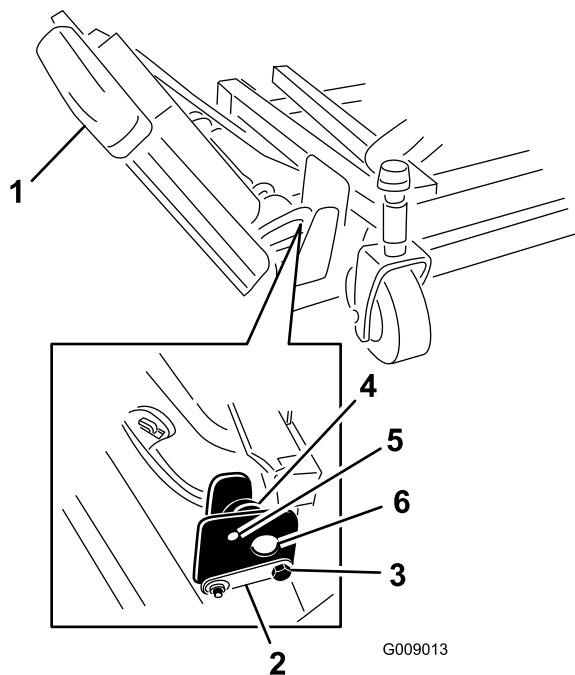

Bild 3
1. Nehmen Sie die Muttern ab, mit denen die vorderen und hinteren Anschlagschrauben an den Befestigungen des rechten Flügelmäherwerks befestigt sind (Bild 3).
hinteren Anschlagsschrauben aus den Mäherwerkbefestigungen heraus (Bild 3).